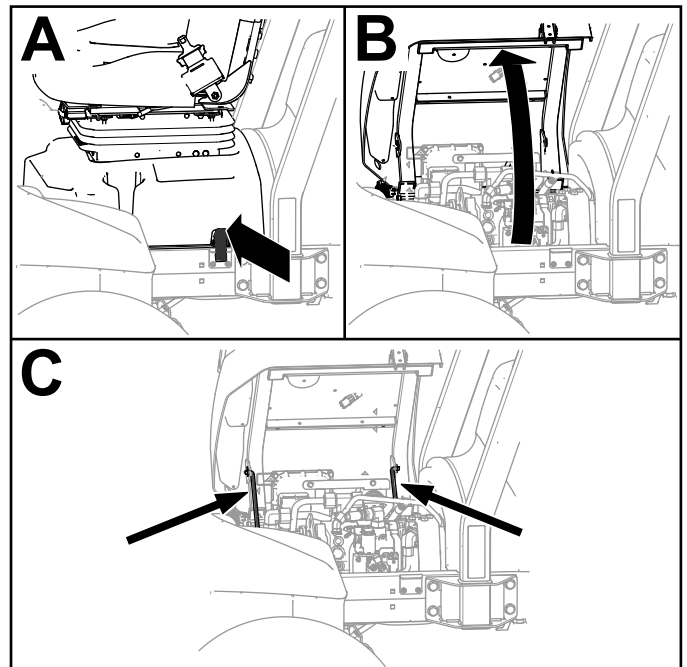

Рисунок 105
1. Разблокируйте основание сиденья (вид А на Рисунок 105).
2. Наклоните сиденье и основание в открытое положение (вид В на Рисунок 105).
3. Зафиксируйте его опорными стойками (вид С на Рисунок 105).